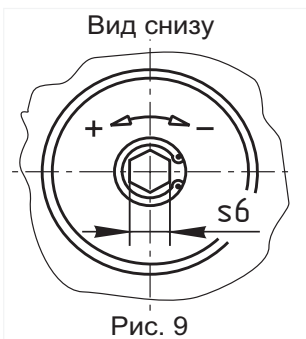

Рис. 9
4.5.4 При необходимости регулирования количества пропускаемого газа, используйте винт в нижней крышке (только для клапанов ВН...КП (фл.)). Поворачивая винт в сторону знака «-» можно уменьшить количество пропускаемого через клапан газа (рис. 9).